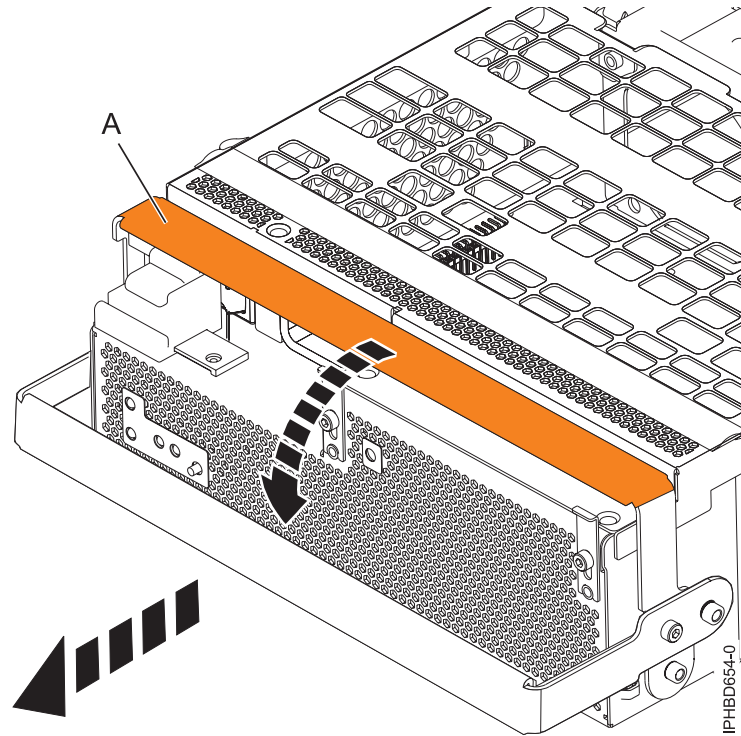

Figure 7. Retrait d'une alimentation électrique
8. Tournez la poignée de verrouillage de l'alimentation électrique (A) en position ouverte comme indiqué à la figure 7, à la page 11. Retirez l'alimentation électrique de l'unité d'extension.